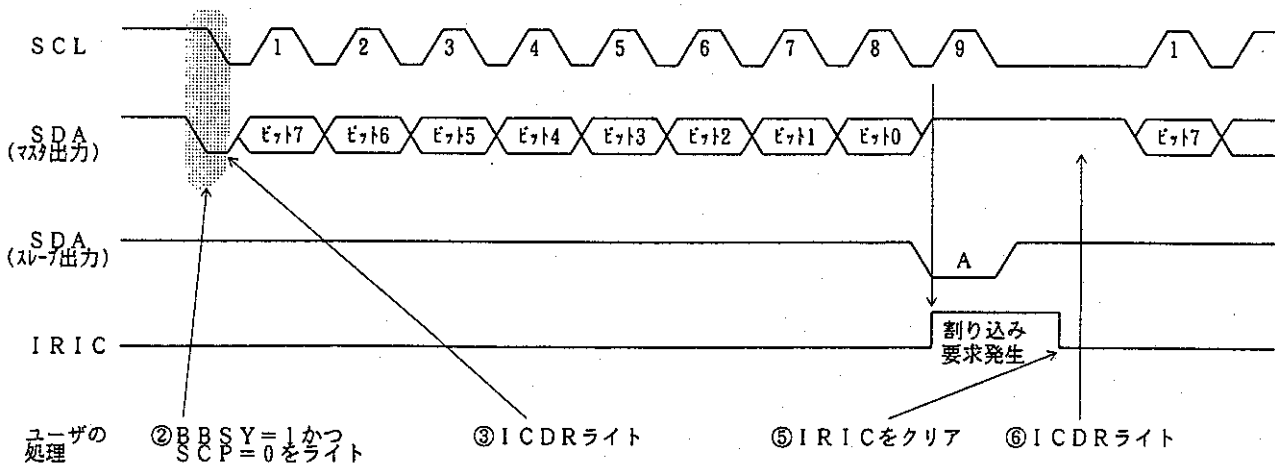

図10.3.5 マスタ送信モード動作タイミング (MLS=WAIT=ACK=0の時)
- ① ICMRのMLS、WAITおよびICCRのACK、CKS2～CKS0を動作モードに合わせて設定します。また、ICCRのICEを1にセットします。
- ② ICSRのBBSYをリードし、バスがフリー状態であることを確認後、ICCRのMST、TRSをそれぞれ1にセットしてマスタ送信モードに設定します。その後、BBSYを1にセット、かつSCPを0にクリアします。これにより、SCLがHighレベルの時SDAをHighレベルからLowレベルに変化させ、開始条件を生成します。
- ③ ICDRにデータをライトします。マスタデバイスは、図10.3.5で示すタイミングで送信クロックとICDRにライトされたデータを順次送出します。SARのFSが0のとき、開始条件に続く第1バイトデータは7ビットのスレーブアドレスと送信/受信の方向を示します。選択された（スレーブアドレスが一致した）スレーブデバイスは、送信クロックの9クロック目にSDAをLowレベルにし、アクノリッジを返します。
- ④ 1バイトのデータ送信が終了し、送信クロックの9クロック目の立ち上がりでICSRのIRICが1にセットされます。この時、ICCRのIEICが1にセットされているとCPUに対し割り込み要求を発生します。またSCLは1フレーム転送終了後、内部クロックに同期して自動的にLowレベルに固定されます。
- ⑤ ソフトウェアでICSRのIRICを0にクリアします。
- ⑥ 送信を続ける場合は、次に送信するデータをICDRにライトします。次バイトの送信は内部クロックに同期して行われます。
④から⑥を繰り返し行うことにより、連続的にデータを送信することができます。送信を終了する場合はICSRのBBSYとSCPをそれぞれ0にクリアします。これにより、SCLがHighレベルの時、SDAをLowレベルからHighレベルに変化させ、停止条件を生成します。